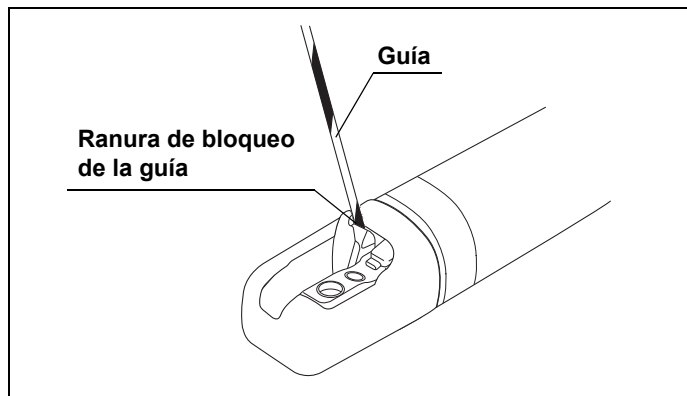
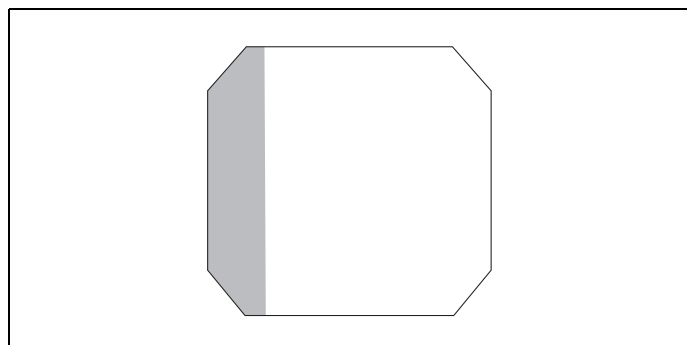
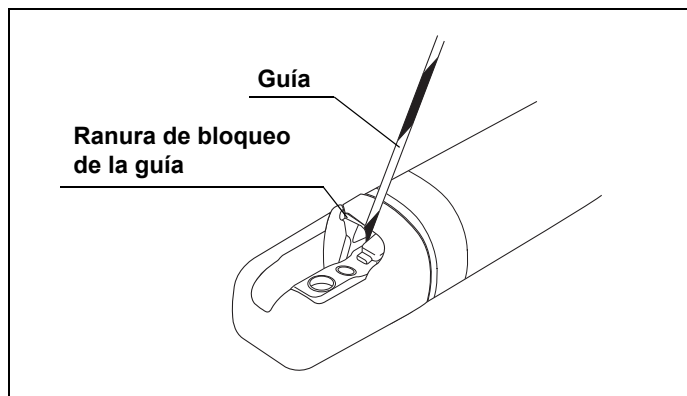

Figura 4.11
Figura 4.12
Figura 4.13
- 3** Solo cuando se extiende la guía desde el extremo distal del endoscopio, mueva lentamente la palanca de control del elevador en la dirección “◀U” hasta que el operador note resistencia (para el bloqueo central, consulte Figura 4.11). Alternativamente, solo cuando se extiende la guía desde el extremo distal del endoscopio, mueva lentamente la palanca de control del elevador en la dirección “◀U” hasta que el operador note resistencia con la papila observada en el lado izquierdo de la imagen endoscópica como se muestra en Figura 4.12 (para el bloqueo lateral, consulte Figura 4.13).